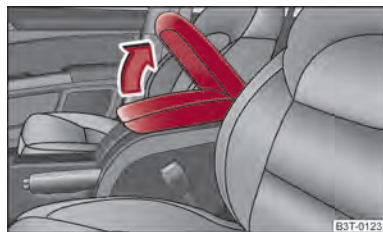

Fig. 100 Apoyabrazos: Portaobjetos
- Abra la tapa del apoyabrazos en el sentido de la flecha → fig. 100.